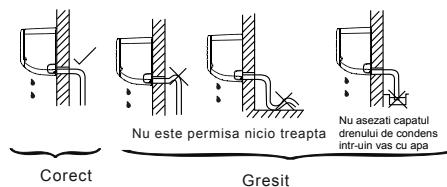

Fig.6
1. Conectați furtunul de evacuare așa cum este descris în Fig.6. Furtunul de evacuare trebuie să fie înclinat în jos.